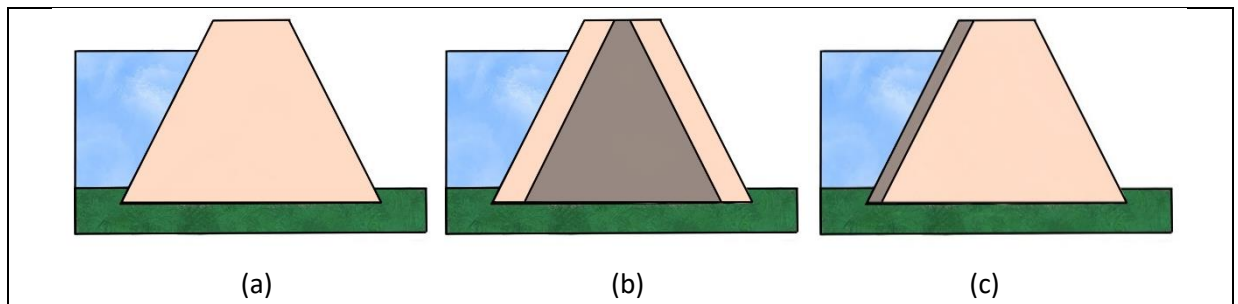

Figura 8: Presas de materiales sueltos (a) homogénea (b) de núcleo (c) de pantalla
- **Presas homogéneas** (Figura 8.a): Este tipo de presas emplean un material impermeable en la totalidad de su cuerpo. Este puede ser arcilla.
- **Presas de núcleo** (Figura 8.b): Constituidas por una parte externa de materiales permeables, denominado espaldones, y el núcleo. El núcleo está hecho con materiales impermeables y es tan alto como alta es la presa.
- **Presas de pantalla** (Figura 8.c): Esta presa está constituida casi en su totalidad por materiales permeables excepto una pantalla situada en el lado que da al cúmulo de aguas.